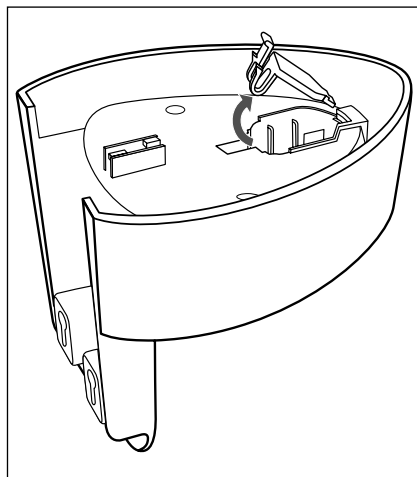

Abb. 1
- Öffnen Sie die kleine Abdeckung (Abb. 1).